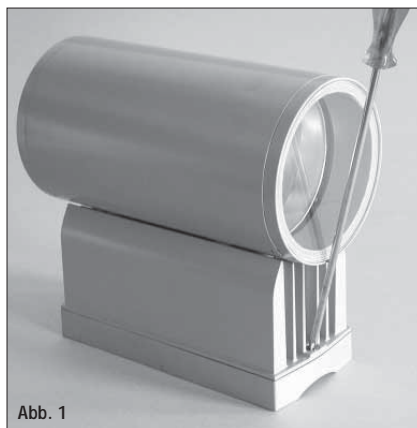

Abb. 1
- Zum Öffnen des Gerätes die beiden in Abbildung 1 angezeigten Schrauben lösen.
- Zum Öffnen der Leuchte die beiden in Abbildung 1 gezeigten Schrauben löse.